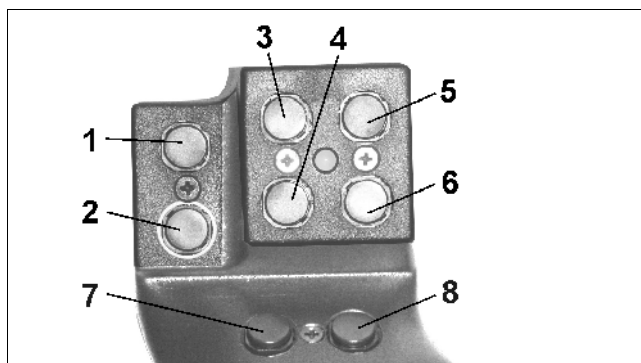
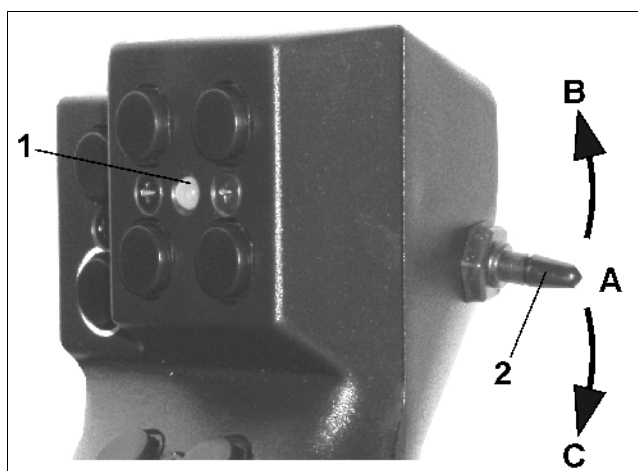

Рис. 89
Рис. 90
Для обслуживания **AMATRON⁺⁺** многофункциональная рукоятка (Рис. 89) имеет 8 клавиш (1 - 8). Кроме того при помощи переключателя (Рис. 90/2) назначение клавиш может изменяться 3-кратно.
-  центральном положении (Рис. 90/A) и может переставляться
-  вверх (Рис. 90/B) или
-  вниз (Рис. 90/C).
Положение переключателя отображается посредством светодиода (Рис. 90/1).